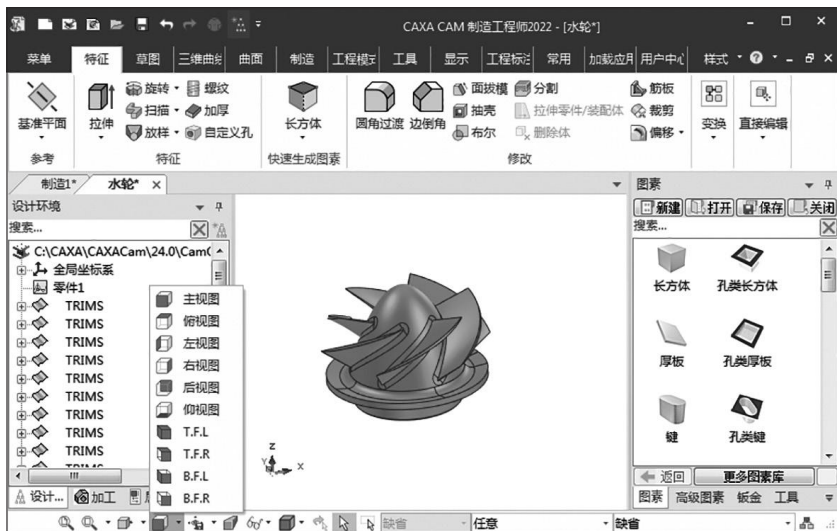

图 1-1-3 选择视图方向
(2) 单击“菜单”→“显示”→“视向设置”下拉按钮，打开视图方向菜单，选择“主视图”“俯视图”“左视图”“右视图”“后视图”“仰视图”等命令可以显示不同视图方向的零件。或在状态栏中，选择不同的视图方向，也可显示不同视图方向的零件，如图 1-1-3 所示。